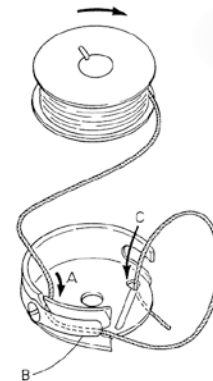

Figura 3
- ✓ Coloque a bobina cheia na posição indicada na figura 3 (girando no sentido contrário ao rasgo "A");
- ✓ Ao colocar a bobina, puxe a linha e verifique se a bobina gira no sentido indicado na figura 3, caso contrário, inverta a posição;